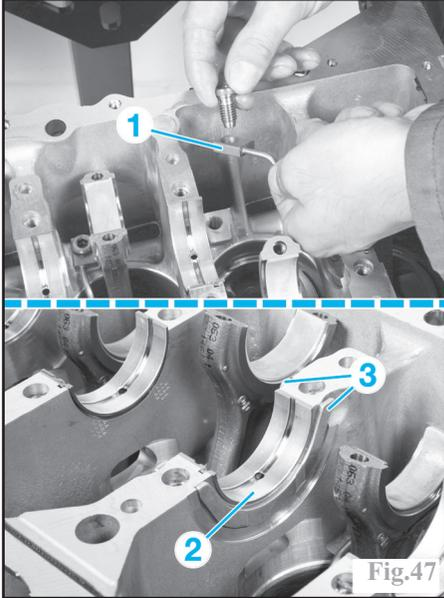

Fig.47
Reposer les gicleurs de fond de pistons (1) (Fig.47).